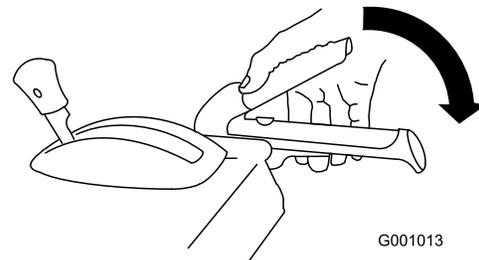

Bild 30
1. Drücken Sie zum Einkuppeln des Räumwerk-/Gebläseradantriebs den rechten Hebel (Räumwerk/Gebläserad) zum Handgriff (Bild 30).